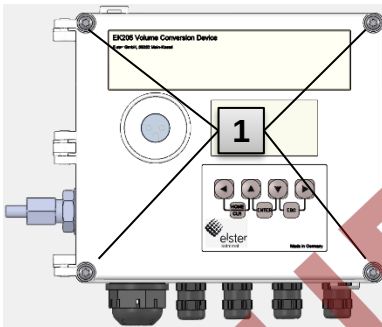

Abb. 18
1. Schließen Sie das Gehäuse mit Hilfe der vormontierten vier Schrauben (Abb. 18: 1).